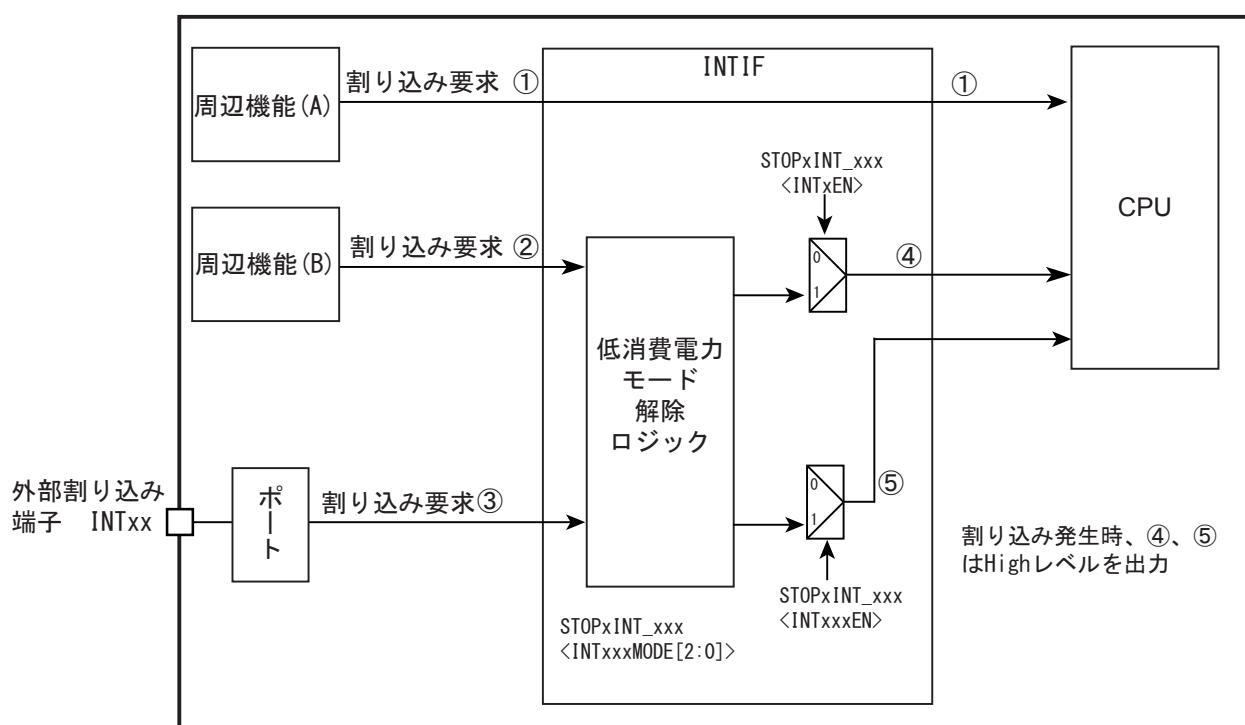

図 7-1 割り込み要求の経路
割り込み要求の経路を図 7-1 に示します。
また、外部割り込みを低消費電力モードの解除要因としてしない要求接続の場合(「図 7-1 割り込み要求の経路」の①の経路)、外部割り込み端子からの入力信号はそのまま CPU に伝わります。CPU は "High" 入力を割り込みとして認識しますので、入力ディセーブルのまま CPU で該当する割り込みを有効にするとその時点で割り込みが発生します。